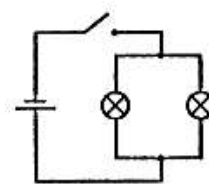

Рис. 25.1
1. Соберите электрическую цепь из двух электрических ламп и ключа по схеме на рис. 25.1.